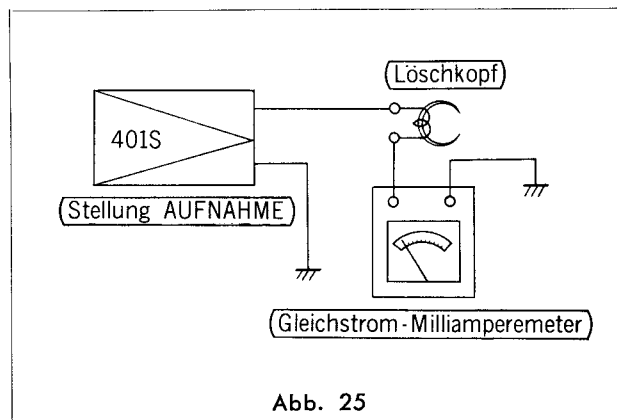

Abb. 25
Aufbau der Meßinstrumente: Siehe Abb. 25.
1. Wie auf Abb. 25 ersichtlich, einen 100Ω-Widerstand vom Aufnahme/Wiedergabe-Tonkopf nach Masse schalten.